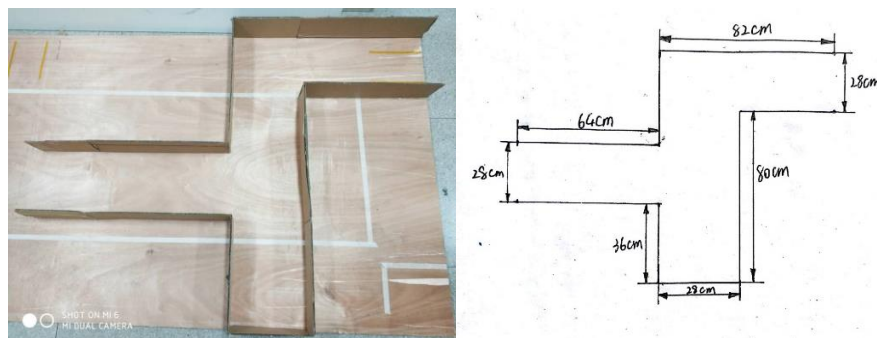

图 2 场地示意图
1. 场地信息：赛道各项信息如下，赛道底面为粗糙木板，摩擦力较大。赛道墙壁为硬纸板。赛道宽度均为 28cm；转角均为 90° ，场地示意图如图 2 所示；